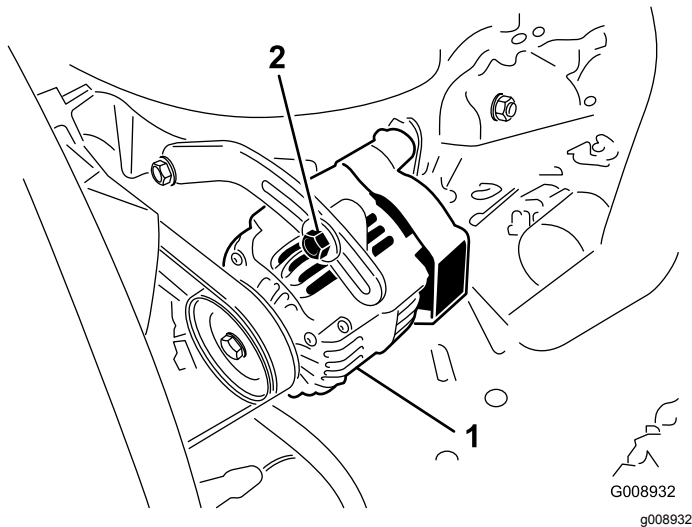

Figure 79
2. Si vous n'obtenez pas une flèche de 10 mm, desserrez les boulons de fixation de l'alternateur (Figure 79).